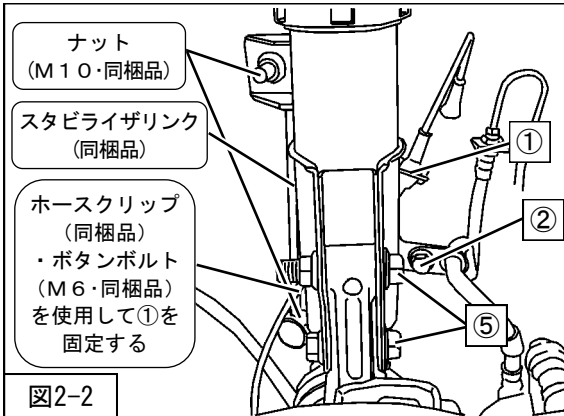

図2-2
3. ⑤フロントサスペンションASSYロア取付ボルト（締付トルク：90N・m）を取付けてください。（図2-2）
を取付けてください。（図2-2）
6. 図2-3を参考にホースクリップ(同梱品)・ボタンボルト(M6・同梱品)を使用して、①スピードセンサハーネスの根元から約12cmの位置で固定してください。（図2-2・図2-3）